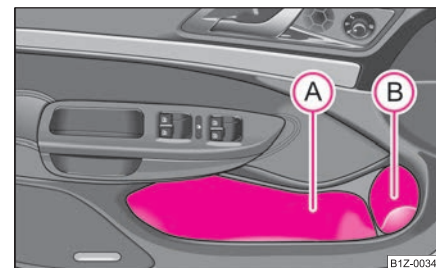

Fig. 105 Compartimentul de depozitare din ușile din față
Pentru a nu limita spațiul de desfășurare a airbag-ului lateral, utilizați zona (A) ⇒ **pagina 91, fig. 105** a compartimentului de depozitare numai pentru depozitarea obiectelor care nu ies în afară. ■